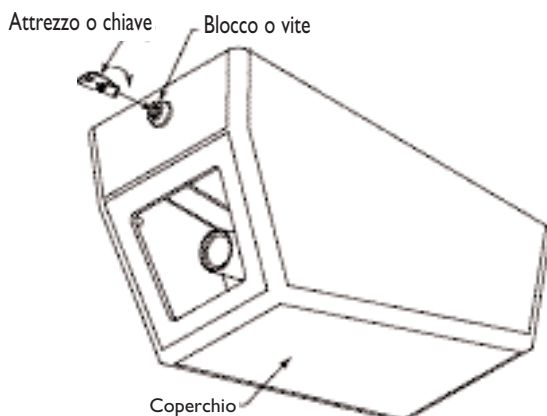

Figura 15 Fissaggio del coperchio
3. **Tutti i modelli:** fissare il coperchio avvitando completamente la vite antimanomissione o il blocco al coperchio. Vedere **Figura 15**.